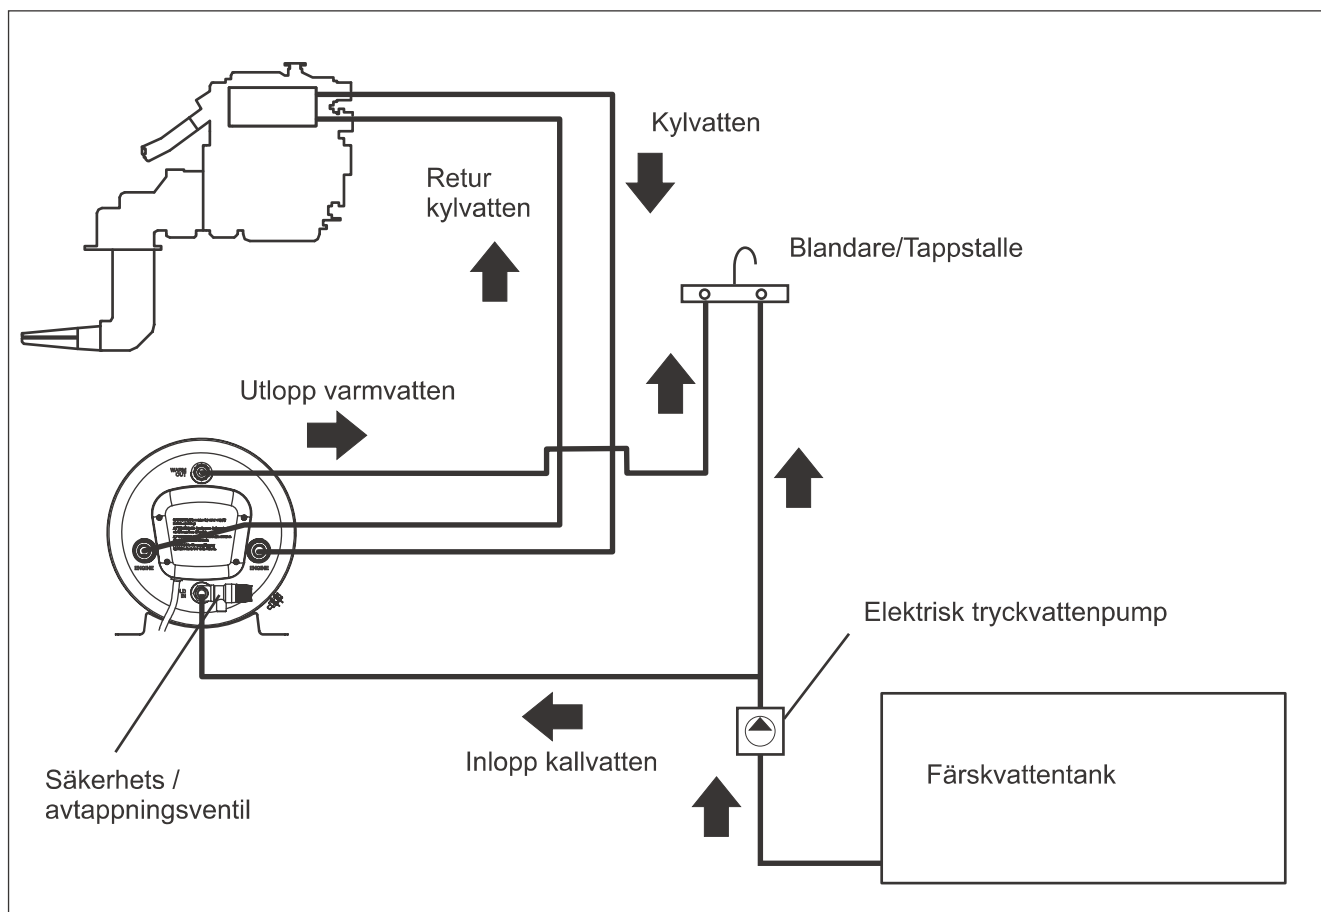

Fig. 1
Varmvatten beredaren kan monteras var som helst i båten så länge den sitter monterad så att motorvattenslingan inte hamnar över nivån på motors expansionskärl. (Fig. 1). Det är en fördel att hålla slangarna mellan motorn och beredaren så korta som möjligt för lägsta värmeförlust och minsta strömingsmotstånd. Varmvatten beredarens värmeväxlare kan anslutas antingen parallellt eller i serie med motors kylvattenkrets. Valet avgörs av hur motortillverkaren anger att beredaren ska anslutas.
4.3 Motoranslutningar (se anslutningsschema, fig. 1):
4.4 Färskvattenanslutning (se anslutnings-schema, fig. 1)